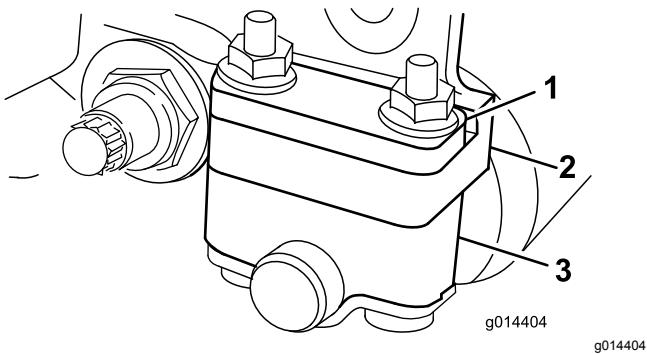
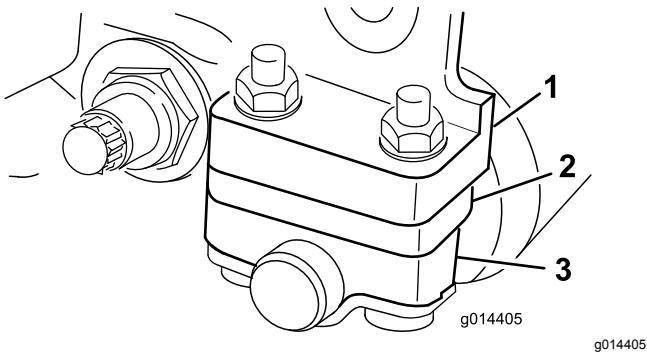

図 12
図 13
使用する刈高によって、後ローラブラケットの取り付け位置を低位置または高位置 図 12 または 図 13 から選択する必要があります。
- 刈高 $1.5\text{--}6 \text{ mm}$ の場合 図 12 のように、スペーサをサイドプレート取り付けフランジの上にセット出荷時の設定する。
- 刈高範囲が 3-25 mm の場合は、図 13のように、スペーサを取り付け法兰ジの下にセットする。
- 必要に応じてスペーサを、ローラブラケットの上または下にする図 12または図 13。